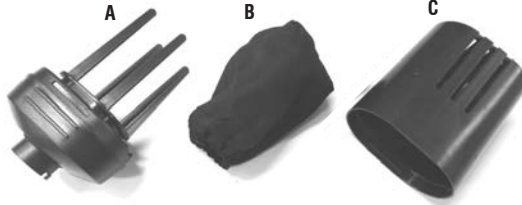

Fig. 6 – Limpieza del colector de polvo
- Para abrir, sujete la base del colector (a, fig.6) y saque la capa de protección (c, fig.6);
- Retire el recipiente de tejido (b, fig.6) del cuerpo plástico;
- Vacíe el recipiente (b, fig.6). Para mejor resultado, vírelo al contrario y utilice una escoba suave para limpiarlo;